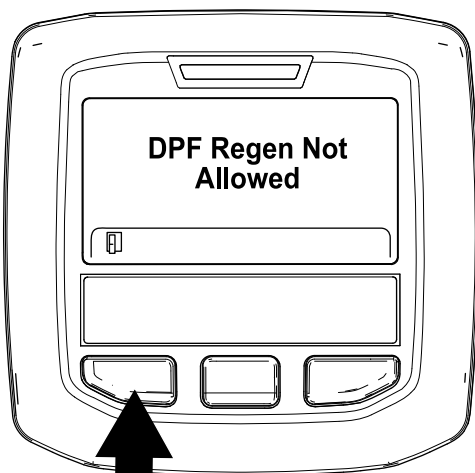

Figura 49
- Se il processo di rigenerazione non è consentito dal computer del motore, viene visualizzato il messaggio "Rigen. FAP non consentita" nell'InfoCenter (Figura 49). Premete il pulsante sinistro per uscire e tornare alla schermata Home.